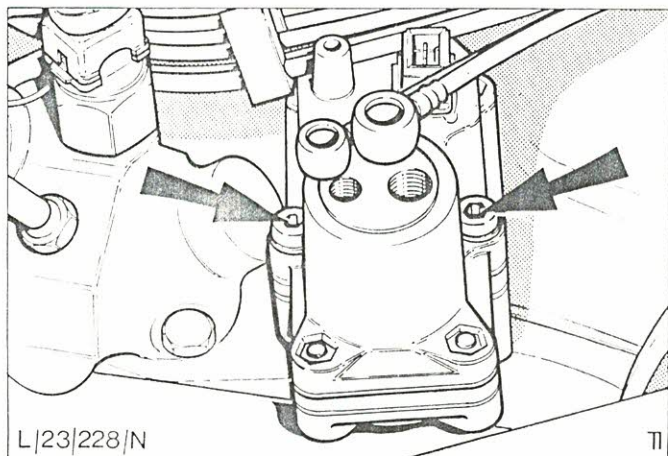

Abb.85 Befestigungsschrauben - Warmlaufregler
5. Zwei Innensechskantschrauben entfernen und Warmlaufregler ausbauen, Abb.85.